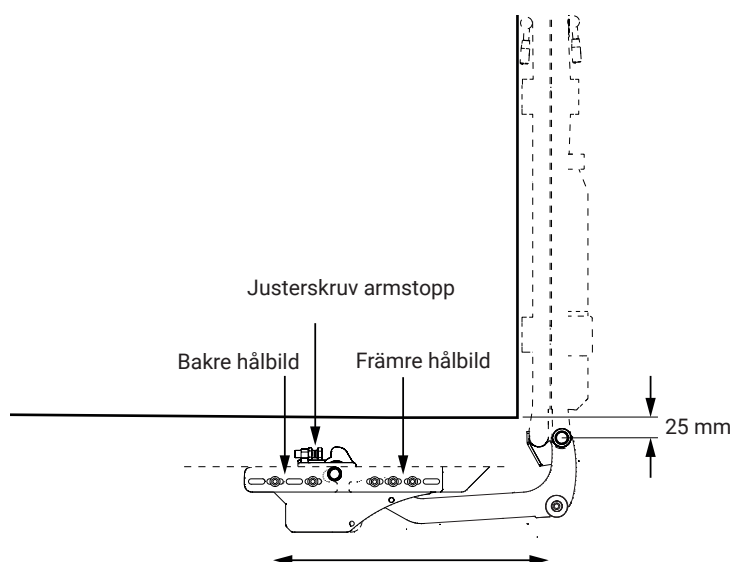

Bild 10. Justera armstoppen med hjälp av justerskruven
2. Justera armstoppen med hjälp av justerskruven så att höjdskillnaden mellan centrum på axelhålet och fordonets golv blir ca. 25 mm, se Bild 10.